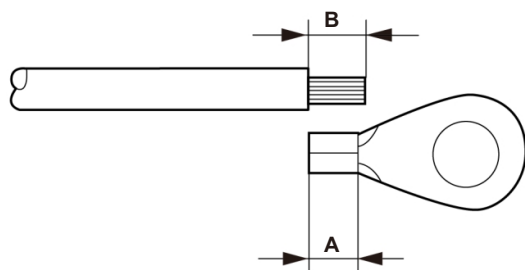

Figura 3.17 Comprimento adequado
- 3) Descarte o isolamento do cabo de aterramento em um comprimento adequado (consulte a Figura 3.17).